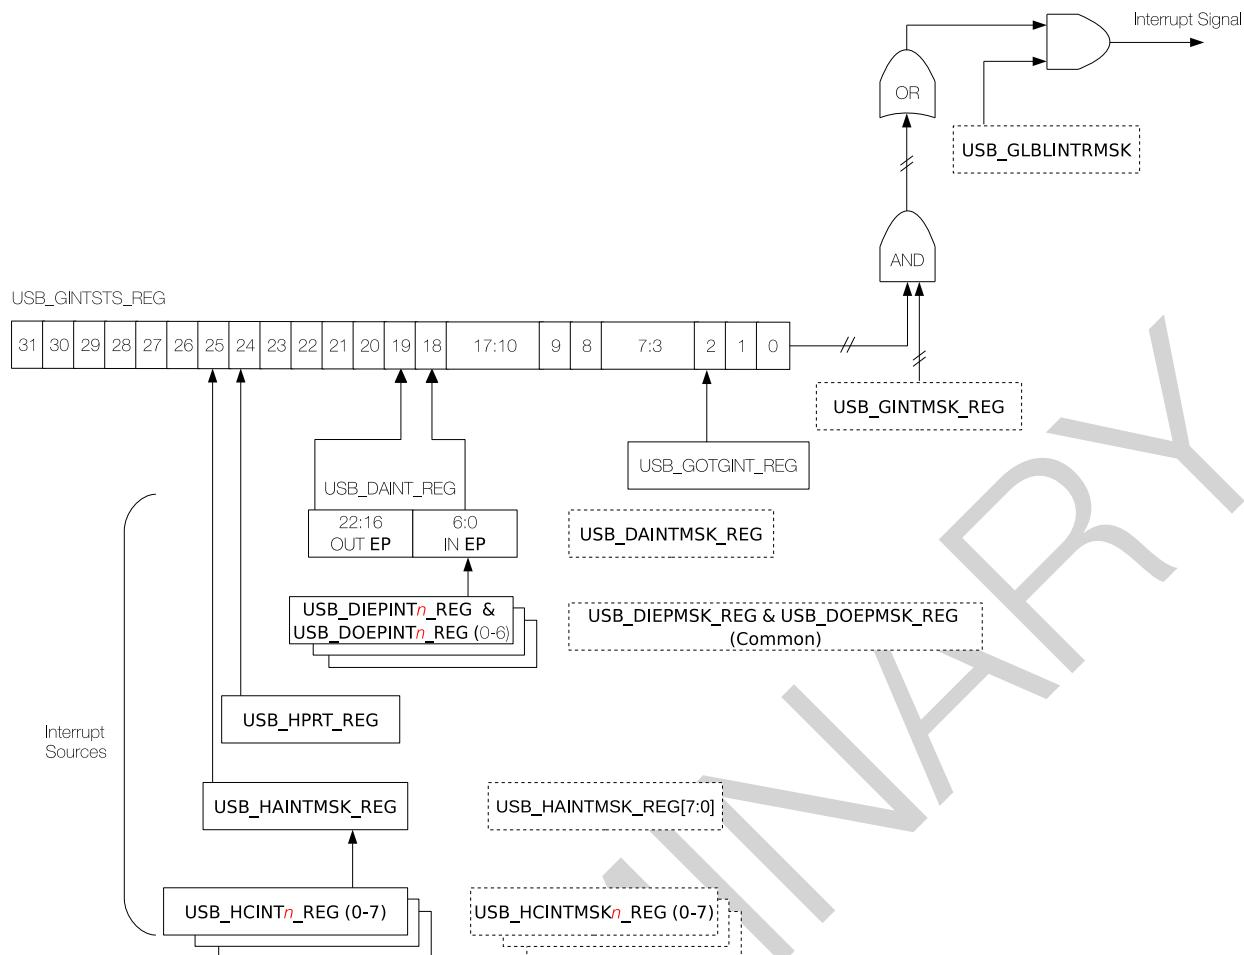

图 25-5. OTG_FS 中断层次结构图
OTG_FS 有一条中断线，可以通过中断矩阵连接到一个 CPU。可以通过置位 USB_GLBLINTRMSK 来显示中断信号。OTG_FS 中断是 USB_GINTSTS_REG 寄存器中所有位的或 (OR)，且置位 USB_GINTMSK_REG 寄存器中的相应位可以使能 USB_GINTSTS_REG 中的位。USB_GINTSTS_REG 包含系统级中断，还包含主机或设备模式专有的中断位以及 OTG 有关中断。OTG_FS 中断源的层次结构如图 25-5 所示。